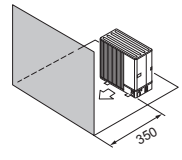

Fig. 2-10
- ④ Obstacole numai în față și în spate (Fig. 2-10)